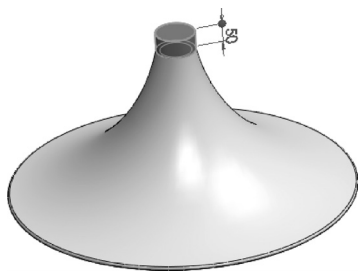

图 4-22 拉伸实体操作
STEP 4 在 **STEP 3** 创建的平面上绘制与上部外边缘全等的圆，并向上执行拉伸操作，拉伸距离为 50mm，效果如图 4-22 所示。